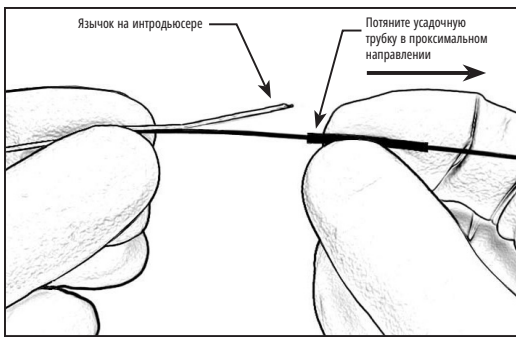

Рисунок 3. Отодвигание усадочной трубки в проксимальном направлении
17. Возьмите изделие чуть дистальнее усадочной трубки и потяните усадочную трубку в проксимальном направлении, чтобы обнажить язычок на интродьюсере. См. рис. 3.